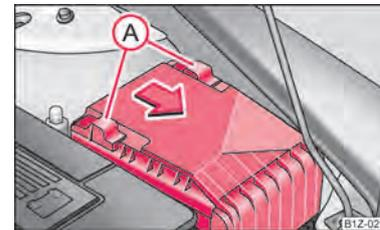

Fig. 177 Tampa dos fusíveis no compartimento do motor
- Desloque o gancho de segurança (A) ⇒ Fig. 177 até ao batente (o símbolo  aparece atrás do gancho de segurança) e retire a tampa.